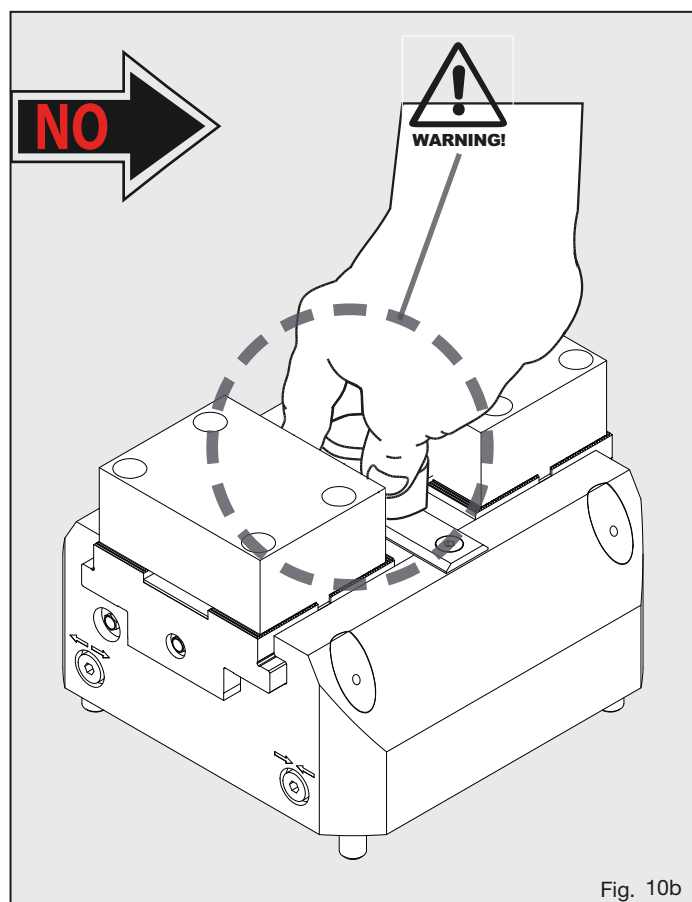

Fig. 10b
- 2b tenere le dita il più lontano possibile dai morsetti di presa (fig.10b); a tal scopo valutare la possibilità di utilizzare un attrezzo adeguato, ad esempio una pinza o sistemi di carico robotizzati;